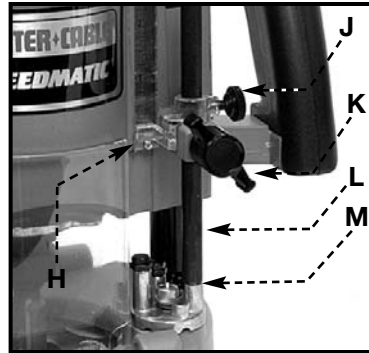
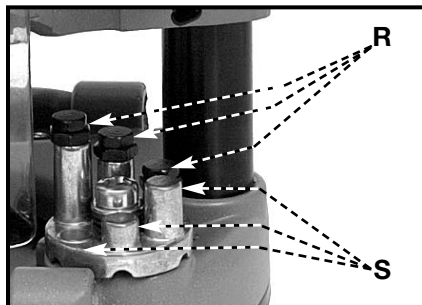
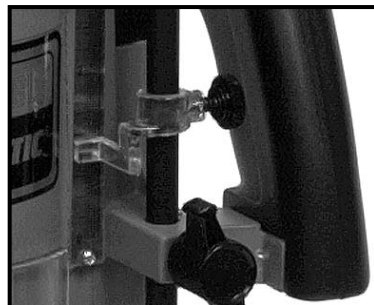

Fig. 5
Fig. 6
Fig. 7
1. Afloje la perilla cerradora para la varilla de profundidad (K) Fig. 5, y la perilla para el índice de profundidad (J) Fig. 5. Deje que la varilla de profundidad toque uno de los topes de torrecilla (M) Fig. 5. Generalmente, se ajusta el corte más profundo apoyando la varilla de profundidad contra el tope de torrecilla más corto (vea la Fig. 6). Los otros dos topes fijos (S) Fig. 6, entonces proveen cortes de 1/4" y 1/2". Los tres topes ajustables (R) Fig. 6, pueden ser ajustados a cualquier profundidad deseada. Se puede usar cualquier combinación de topes fijos y/o ajustables para obtener las profundidades deseadas para los cortes que hay que hacer.
4. Coloque el índice de profundidad (H) Fig. 5, en el cero, "0", y apriete la perilla.
5. Afloje la perilla cerradora de la varilla de profundidad (K) Fig. 5, y levante la varilla de profundidad hasta alinear el índice con el punto de la escala que representa la profundidad del movimiento vertical deseado. (El ejemplo en la Fig. 7 indica 1" de movimiento vertical.) Apriete la perilla cerradora para la varilla de profundidad.